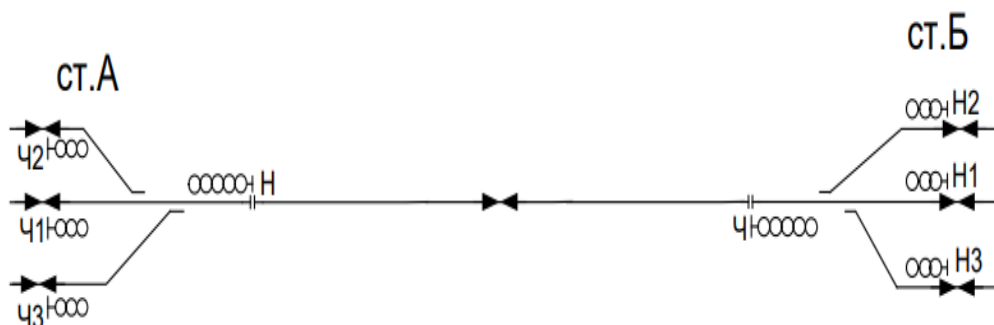

Рис.9. Схема однопутного перегона, оборудованного ПАБ
- движение поездов осуществляется в обоих направлениях (рис.9);